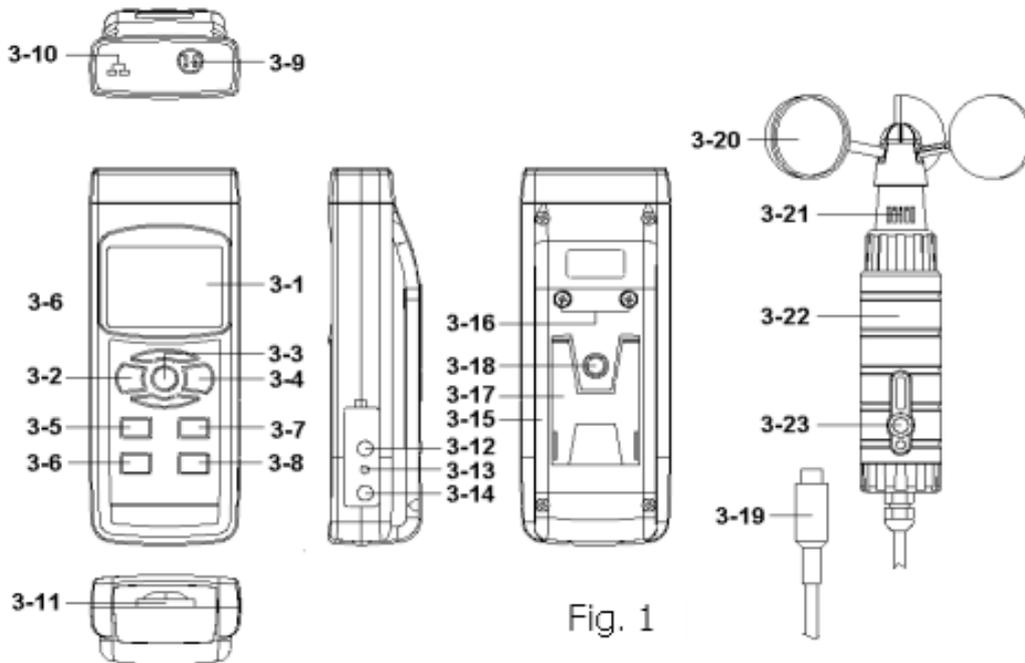

Fig. 1
(3-2, Fig. 1) > 1.5 segundos continuamente.
Presionando el "Botón de función" (3-7, Fig. 1)
- b) Conecte el "conector de la sonda" (3-19, Fig. 1) a la "Sonda de la sonda" Toma de entrada "(3-9, Fig. 1).
- c) Sostenga el "Mango de la sonda" (3-22, Fig. 1) con la mano o fije el "mango de la sonda" al "trípode" a través de "trípode"
Fije la tuerca "(3-23, Fig. 1), luego la pantalla (3-1, Fig. 1) mostrará la velocidad del aire directamente. Al mismo tiempo, la pantalla inferior mostrará el valor de la temperatura del aire.
- b) No instale el "Anemometer Probe Plug" (3-19, Fig. 1) en el "conector de entrada de la sonda" (3-9, Fig. 1)
- c) Enchufe la temperatura del termopar. Sonda (Tipo K Temp. sonda Tipo J Temp. sonda, opcional) en "Tipo Socket de entrada de sonda K / J" (3-10, Fig. 1) la pantalla mostrará el valor de medición que sintiendo desde la temperatura de la sonda.
Durante la medición, presione el botón "Hold" (3-3, Fig. 1) una vez mantendrá el valor medido y la pantalla LCD muestra un símbolo "HOLD".
1) La función de registro de datos registra el máximo y las lecturas mínimas. Presione el botón "REC" (3-4, Fig. 1) una vez para iniciar la función de registro de datos y habrá un símbolo "REC" en la pantalla
- a) Presione el "Botón REC" (3-4, Fig. 1) una vez, el Símbolo "REC MAX" junto con el valor máximo aparecerá en la pantalla.
- b) Presione nuevamente el "Botón REC" (3-4, Fig. 1), el Símbolo "REC MIN" junto con el valor mínimo aparecerá en la pantalla.
- c) Vuelva a presionar el "Botón REC" (3-4, Fig. 1), Aparecerá el símbolo "MIN", la pantalla LCD solo muestra el símbolo "REC", el medidor inicia los Datos Función de grabación de nuevo
presione "Botón REC "(3-4, Fig. 1)> 1.5 segundos continuamente. La pantalla volverá al estado actual. leyendo.
1) Después de encender, la luz de fondo de la pantalla LCD se encenderá automáticamente. Durante la medición, presione el "Botón de luz de fondo" (3-2, Fig. 1) una vez APAGUE la "retroiluminación LCD".
2) Presione el "Botón de luz de fondo" (3-2, Fig.1) una vez de nuevo se encenderá la "luz de fondo del LCD" nuevamente.
Prepare una "tarjeta de memoria SD" (1 G a 16 G, opcional), inserte la tarjeta SD en el "zócalo de la tarjeta SD" (3-11, Fig. 1).
Presione el botón "LOG" (3-8, Fig. 1) > 1.5 segundos
Durante la ejecución de la función Datalogger, si presiona la tecla El "Botón de REGISTRO" (3-8, Fig. 1) una vez pausará el Función de registro de datos (parada para guardar los datos de medición en el circuito de la memoria temporalmente). Al mismo tiempo el símbolo "REC" dejará de parpadear, la pantalla LCD inferior mostrará el texto de "Log" (o mostrará "Log" con la Temperatura. valor alternativamente).
Si presiona el botón "LOG " (3-8, Fig. 1) una vez más ejecutará el datalogger nuevamente, el símbolo "REC" parpadeará
Durante la ejecución de la función para recopilar datos presione el "Botón de REGISTRO (3-8, Fig. 1)> 1.5 segundos continuamente de nuevo terminará la función de recopilación de datos , el "Log" El texto desaparecerá y terminará la función de recopilación de datos .
Presione el botón "LOG" (3-8, Fig. 1)> 1.5 segundos, el la pantalla LCD inferior mostrará el "Número de posición" (o mostrará el no. de posición con el valor de la temperatura alternativamente), luego presione el "botón de registro" (3-8, Fig. 1) una vez, el "REC" símbolo parpadeará una vez y el pitido sonará una vez, al mismo tiempo los datos de medición a lo largo del tiempo la información se guardará en el circuito de memoria.
Durante la ejecución del Manual Datalogger, puede utilizar el " ▲ Botón "(3-5, Fig. 1) o" ▼ Botón "(3-7, Fig. 1) para establecer la posición de medición (1 a 99, por ejemplo, sala 1 a la sala 99) para identificar la ubicación de la medición, la la pantalla inferior mostrará P x (x = 1 a 99).